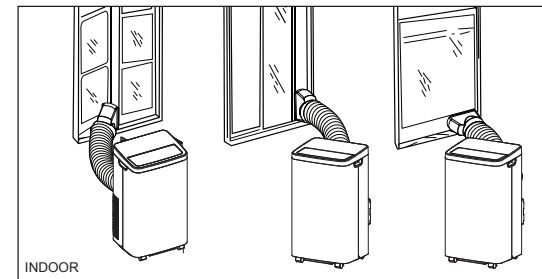

Abb. 4
2/ Schließen Sie den anderen Abluftanschluss (12) am Luftauslass (6) an der Rückseite des Geräts an Ziehen Sie den Schlauch (11) auf die gewünschte Länge und positionieren Sie die Abluftdüse (14) durch ein offenes Fenster, wie in Abbildung 4. dargestellt.